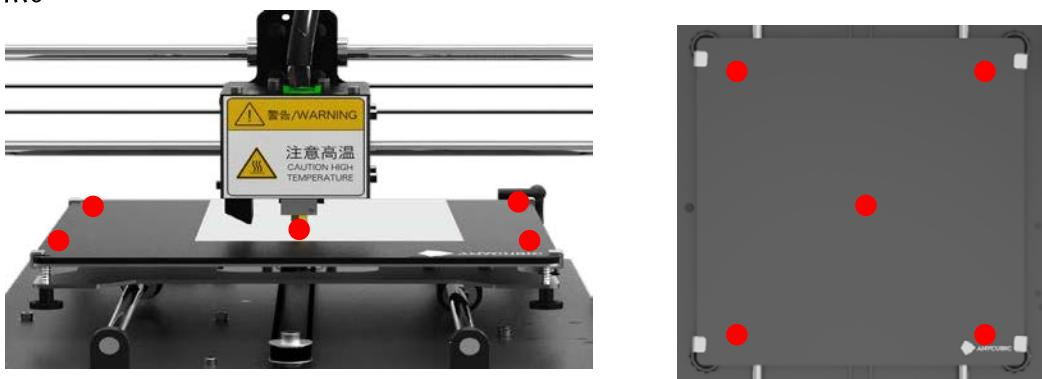

图 12
**第五步：**按以上步骤完成其他三个边角及平台中心4个点的调平，如图12所示5个点。